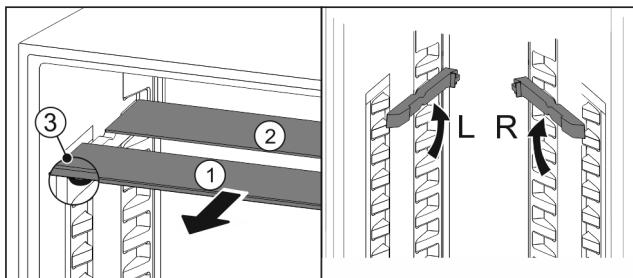

Fig. 122
- Glasplatten einzeln nach vorne herausziehen Fig. 122 (1).
- Glasplatte Fig. 122 (1) mit Zierleiste liegt vorne.
- Stopps Fig. 122 (3) zeigen nach unten.